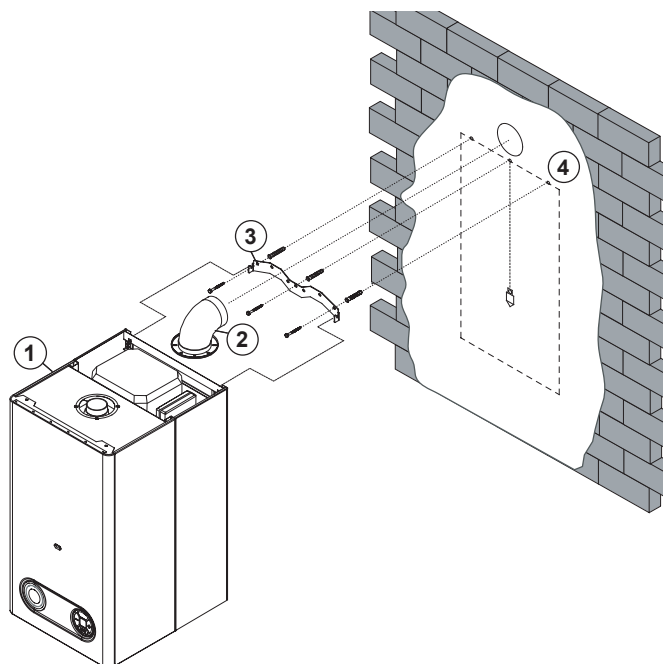

рис. 12
Порядок навески (рис. 12):
1. Для закрепления подвесной планки (входит в комплект поставки котла) котла на навесной стене обозначте линией верхнюю грань котла (рис. 12, поз. 4). Используйте уровень водяной.
2. На обозначенную линию приложите подвесную планку (рис. 12, поз. 3) и через её отверстия обозначте пункты. Последовательно просверлите соответствующие отверстия для хомутов. Установте хомуты в просверленные отверстия, установите подвесную планку а как следуют её зацепите при помощи винтов.
3. Если должен устанавливаться вариант котла с принудительным отводом продуктов сгорания (КТЗ), то в случае вывода непосредственно на фасад (рис. 12, поз. 2) обмерите отверстие для прохода соосных труб (смотри присоединительные размеры котла).